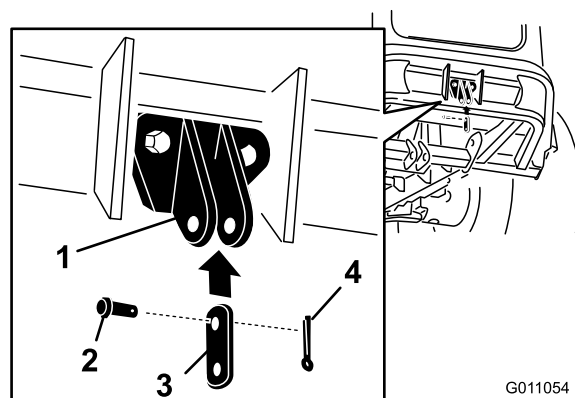

Figura 8
1. Instale a ligação no suporte de montagem da ligação com o passador de forquilha pequeno e contrapino pequeno (Figura 8).